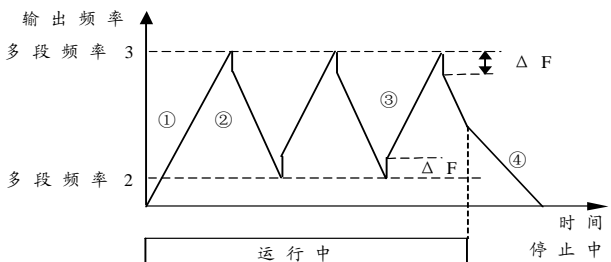

图 6-25 扰动运行
F700=5，为摆平运行，这指以预先设定的加减速时间使设定频率按一定规律周期性地变化。对于那些根据筒管的前后直径不同来让转速变化的系统很有效。见图 6-25，图中 ΔF 为多段频率 1，①为加速时间 2，②为减速时间 3，③为加速时间 3，④为减速时间 2。